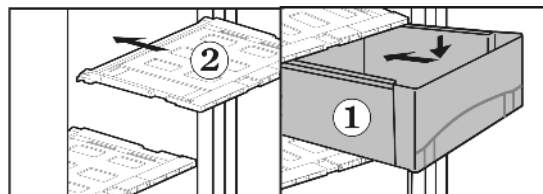

Fig. 12
- ▶ Remettre en place le couvercle du tiroir Fig. 12 (2) : Introduire les barrettes du couvercle du tiroir par le bas dans les supports de logement arrière et faire encliqueter dans le support avant.
- ▶ Placer les tiroirs Fig. 12 (1) sur les glissières et les insérer complètement jusqu'à ce que le tiroir encliquette de manière audible.